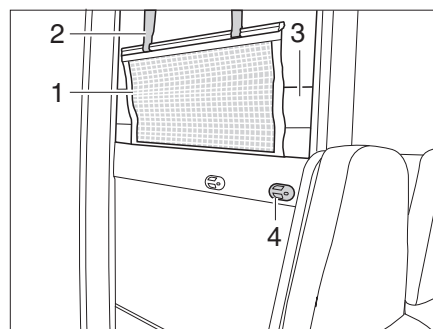

Fig. 115 Lit superposé (côté)
- Retirer le matelas (Fig. 115,3) du lit supérieur et le poser sur le lit inférieur.
- Accrocher l'échelle de montée par les longerons sur le bandeau (Fig. 115,4) installé sur le cache.
Le filet de sécurité (Fig. 115,1) de série est rangé entre le matelas et le sommier à lattes. Ne tendre le filet de sécurité qu'une fois que les personnes se trouvent dans la capucine.
- Faire s'enclencher les sangles de retenue (Fig. 115,2) dans les œillets du plafond.